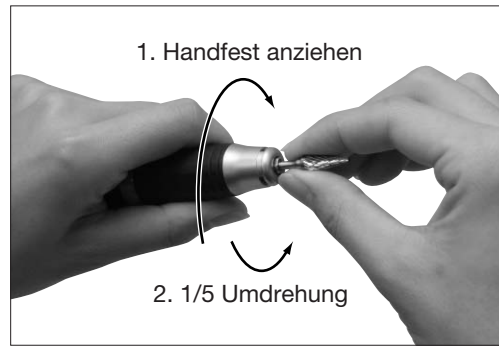

Bild 10
Tragen sie vor dem Einsetzen der Spannzange einen dünnen Ölfilm auf. Öffnen sie den Werkzeugspannrings, setzen sie einen neutralen Stift oder einen Fräser in die Spannzange ein und drehen sie dann die Spannzange im Uhrzeigersinn von Hand fest. Dann drehen sie die Spannzange gegen den Uhrzeigersinn etwa 1/5 Umdrehung zurück, damit die Spannzange im geöffneten Zustand entspannt ist. Zum Schluss drehen sie den Werkzeugspannrings bis zum "Klick" damit das Werkzeug fest sitzt (Bild 10).
*Die Spannzangen-Spannkraft kann wie in Bild 10 gezeigt, justiert werden. Wenn das Werkzeug fest sitzt oder nicht entfernt werden kann, justieren sie wie oben beschrieben.